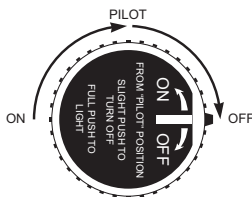

Figure 6 - Position OFF « ARRÊT »
2. Tournez le bouton de la vanne de contrôle vers la droite sur la position PILOT « VEILLEUSE ». Appuyez légèrement sur le bouton et tournez d'un quart de tour vers la droite sur la position OFF « ARRÊT » (voir figure 6).